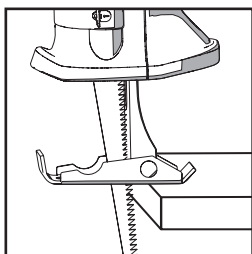

Fig. 6
- S'assurer que la plaque de contact de la pièce est bien en contact avec la pièce mais que la lame ne l'est pas. (**Fig. 6**).